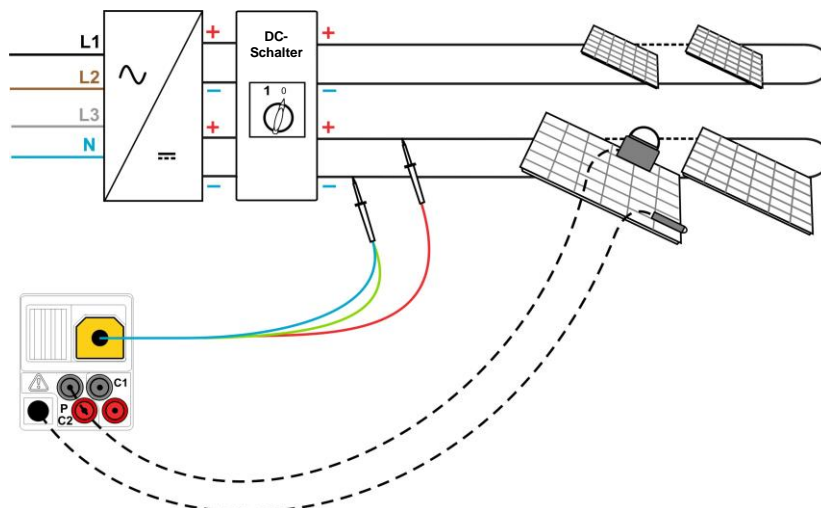
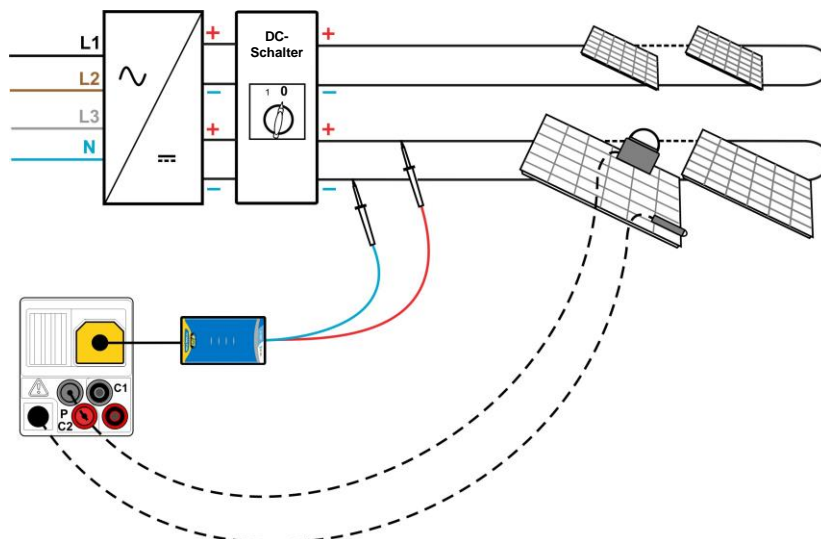

Abbildung 5.33: Anschluss an die Universal-PV-Prüfleitung
Abbildung 5.34: Anschluss an die PV-Sicherheitssonde
- ❑ **Schließen Sie** die Zubehörteile an den Prüfling an (siehe Abbildung 5.33 und Abbildung 5.34).